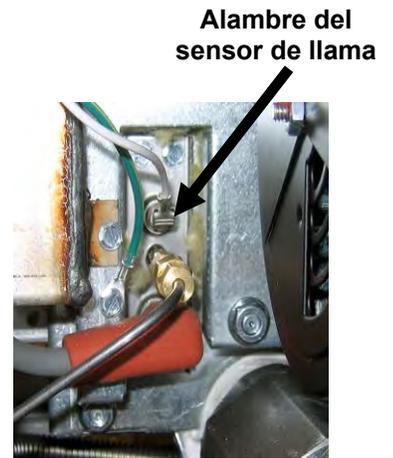

Figura 1
2. Desconecte el alambre detector de uno de los encendedores del quemador (consulte la Figura 1) y conéctelo al conductor positivo del medidor. Conecte el conductor negativo del medidor al terminal desde el cual retiró el alambre detector.